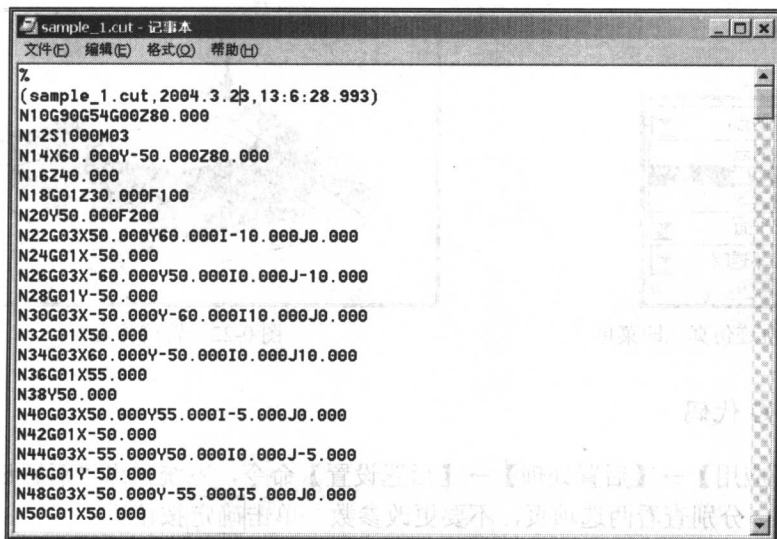

图 0-25 生成的数控加工程序单
③ 根据状态栏提示，拾取刀具轨迹。拾取完成后单击右键结束拾取，系统将根据后置设置参数，生成加工代码。生成的数控加工程序单，如图 0-25 所示。